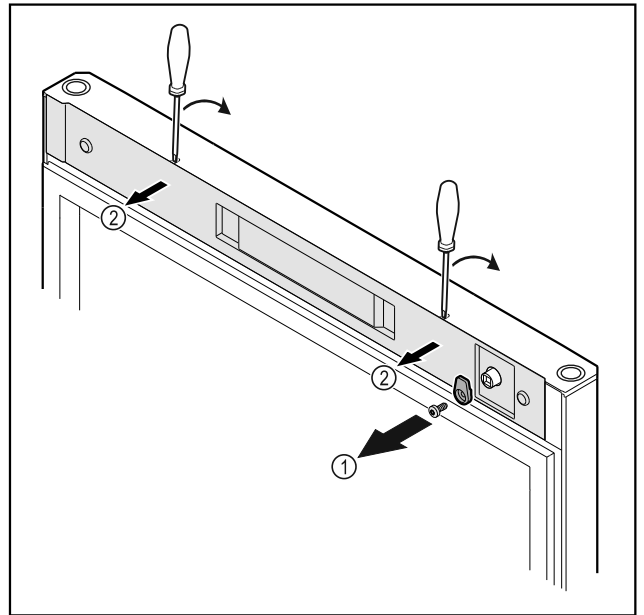

Fig. 8
- Schließhaken Fig. 8 (1) abschrauben.
- Abdeckung Fig. 8 (2) mit einem kleinen Schraubendreher ausrasten und abnehmen.